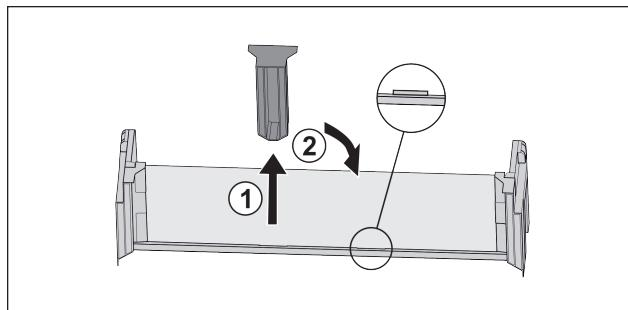

Fig. 79
- ▶ Stiahnite stredný prídržný diel Fig. 79 (1).
- ▶ Nasadte stredný prídržný diel do druhej pozície Fig. 79 (2).